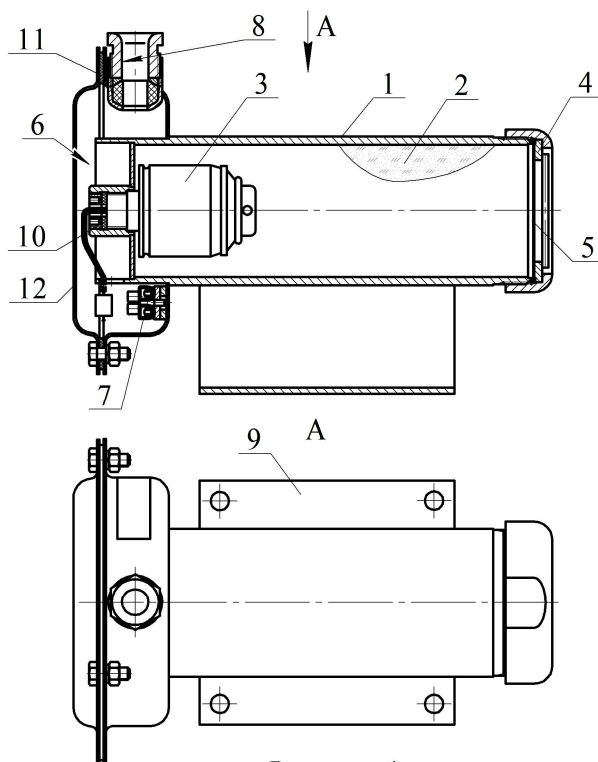

Рисунок 1
МПП (см. рисунок 1) состоит из корпуса 1, в котором размещаются огнетушащий порошок (ОП) 2 и источник холодного газа (ИХГ) 3. В передней части корпуса находится насадок-распылитель 4, выходное отверстие которого закрыто мембраной 5.
2.1.3 Через резиновую прокладку **11** (см. рисунок 1) на корпус МПП установить крышку **12** и закрепить соединение гайками.